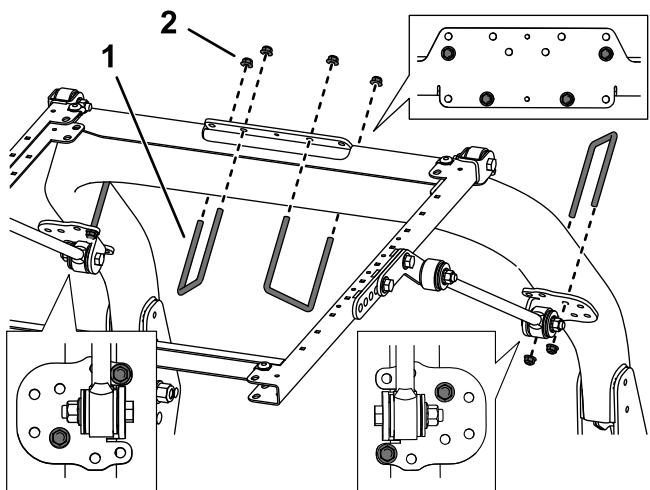

Figure 39
8. Utilisez les trous indiqués à la Figure 39 pour fixer légèrement chacun des supports de renfort aux montants de l'arceau de sécurité à l'aide d'un étrier fileté ($3\frac{1}{2}'' \times 5''$) et de 2 écrous à embase.